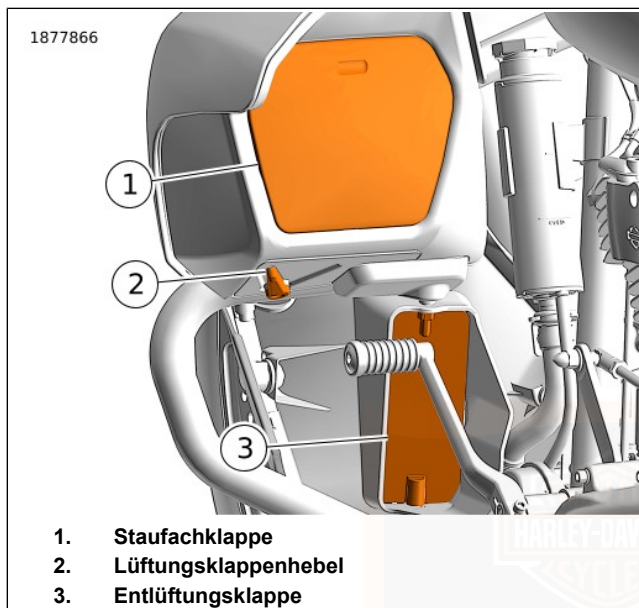

Abbildung 79. Untere Verkleidung: Mittig gekühlte Modelle
Öffnen: Siehe Abbildung 79. Oben auf die Staufachklappe (1) drücken, um die Verriegelung zu lösen. Die Klappe ist zum Öffnen federbelastet.
Siehe Abbildung 79. Die Belüftungsklappe (3) in der unteren Verkleidung kann so eingestellt werden, dass der Luftstrom für den Komfort von Fahrer und Sozius gelenkt wird. Den Hebel der Lüftungsklappe drehen, um die Lüftungsklappe einzustellen oder zu schließen.